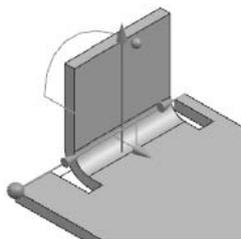

图 5.14 从端点
- **从端点** 选项：在所选折弯边的端点定义距离来放置弯边，如图 5.14 所示。